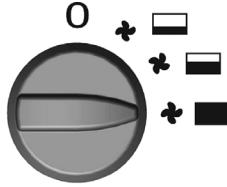

FIG. 3
- Fig. 3** – højeste kapacitet